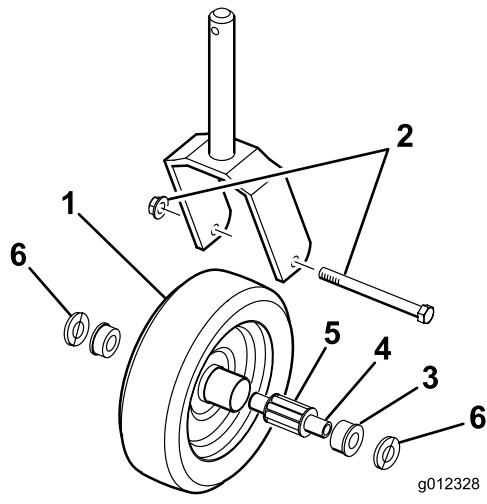

図 26
1. キャスタホイール・アセンブリをキャスターフォークに保持しているボルトからロックナットを外す（図 26）。キャスタホイールをしっかりと握り、キャップスクリュをフォークから抜き取る。
2. ホイールのハブからスパンナブッシュを取り出す（図 26）。
3. ホイールのハブからブッシュを外すとベアリングが落ちてくる(図 26)。ホイールハブの反対側からもブッシュを外す。
6. ブッシュとホイールハブにスパンナブッシュを注意深く挿入する(図 26)。